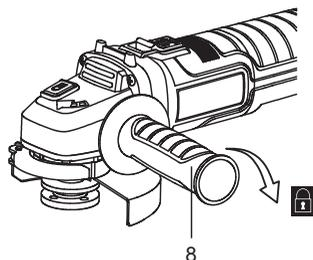

Fig. 1
1. Atornille el mango auxiliar (8) en el sentido de las agujas del reloj en una de las roscas de montaje (2) (Figs. 1, 2).
2. Asegúrese de que el mango auxiliar (8) esté bien sujeto.